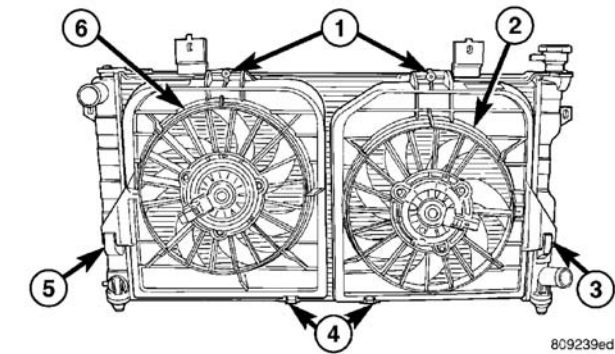

图 21 散热器风扇
在散热器的后方装有两个散热器风扇（图 21）。散热器风扇包括有风扇叶片、电动电机和支承罩，这些东西被作为一个总成进行维护。
风扇或支架总成是不能进行修理的。假如风扇已弯曲、破裂或有其他损坏，必须将其作为一个整体进行更换（图 21）。
- （3）卸下散热器风扇的固定螺钉（图 21）。
- （2）安装散热器风扇的固定螺钉（图 21）。拧紧至 5N·M（45in.lbs.）。